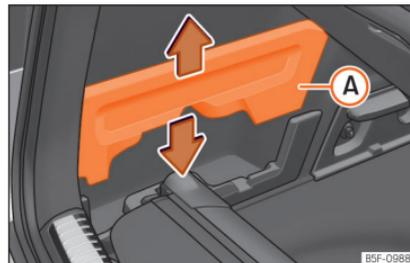

Abb. 177 Im Gepäckraum: Aufnahme zum Verstaueung der aufrollbaren Abdeckung.
- Entfernen Sie die Abdeckungen »» **Abb. 177** **A** links und rechts.